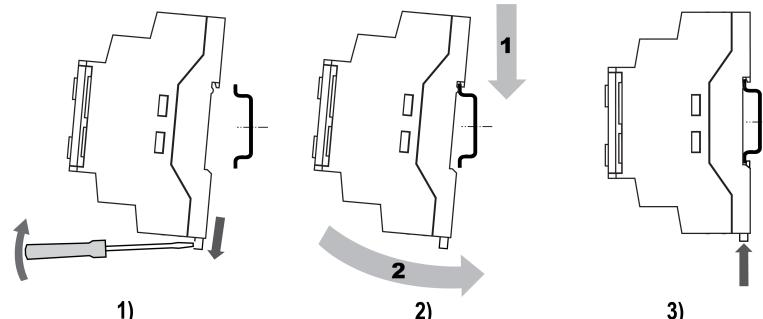

Рисунок 6.2 – Монтаж и демонтаж прибора
2. Вставив отвертку в проушину, оттянуть защелку (см. рисунок 6.2, 1).
3. Прижать прибор к DIN-рейке (см. рисунок 6.2, 2). Отверткой вернуть защелку в исходное положение (см. рисунок 6.2, 3)